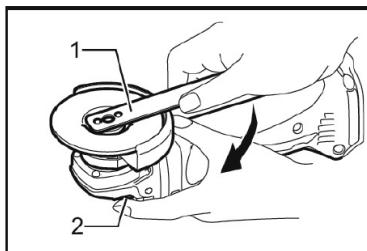

рис. 2
3.2.1 Выбрать круг, для предполагаемого вида работы, и зажимным фланцем зафиксировать его, с помощью входящего в комплект ключа, на шпинделе (рис.2).
4.2 Монтаж рабочего круга следует осуществлять при извлеченной аккумуляторной батарее. Зафиксирував шпиндель нажатием кнопки механизма стопора, установите круг в соответствие с рис.2. Для закручивания зажимного фланца, используйте ключ, имеющийся в комплекте поставки. Не прилагайте чрезмерного усилия при затяжке. Проверьте вращение шпинделя с кругом (вращение должно быть свободным).